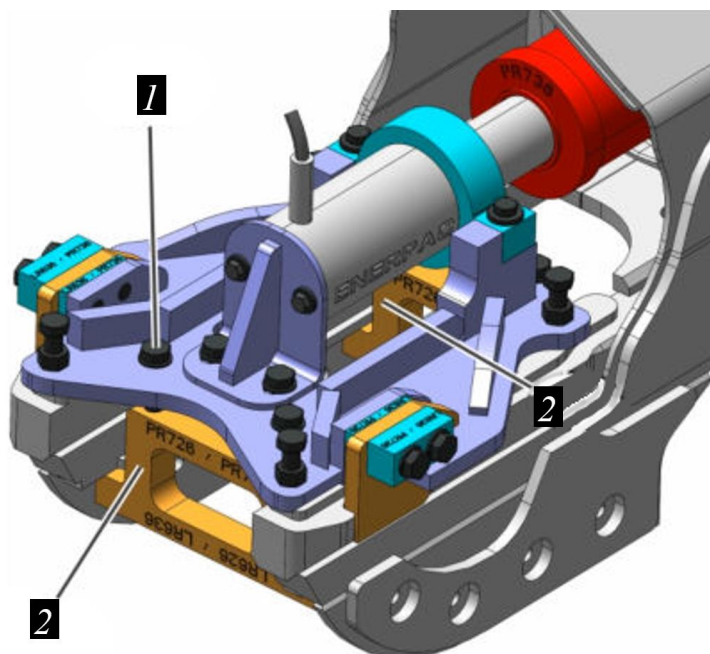

Рисунок 12.21. Закрепление монтажного инструмента
- Закрепить монтажный инструмент с планками контрупора 2 и винтами с шестигранной головкой с шайбами 1 на раме ходовой части, рис. 12.21.
- ▶ Проконтролировать положение монтажного инструмента на раме ходовой части, в случае неудовлетворительного положения демонтировать планки контрупора 2 и выполнить повторную регулировку высоты используя винты 1 с шестигранной головкой и снова смонтировать планки контрупора 2, рис. 12.21.
- ▶ Если планки контрупора 2, рис. 12.21, не смонтированы или смонтированы неправильно, то существует опасность отсоединения монтажного инструмента от рамы ходовой части в процессе создания давления.
- ▶ Смонтировать планки контрупора 2, рис. 12.21, должным образом.